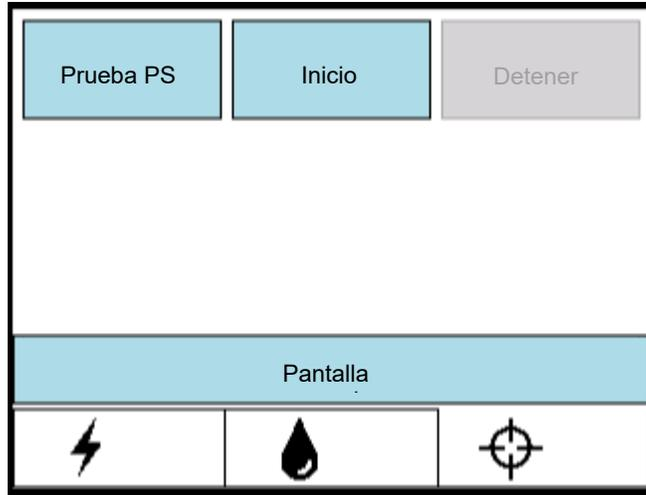
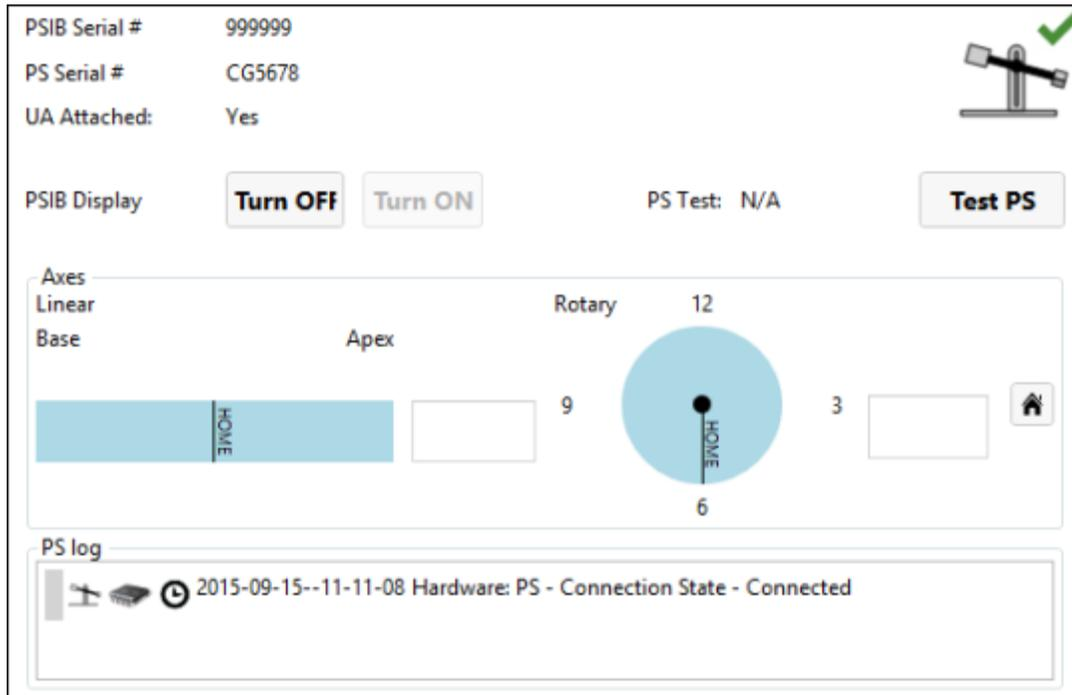

Figura 15: Pantalla PSIB - pestaña PS
Figura 16: Cuadro de información PS en el espacio de trabajo Configuración
- En la pantalla del PSIB, seleccione la pestaña PS y haga clic en **Probar PS** (figura 15). El sistema trasladará el PS hacia delante y hacia atrás para probar la continuidad y funcionalidad del eje de traslación, así como el home del PS en el eje de traslación. El sistema también girará el eje de rotación en sentido horario y antihorario para probar la continuidad y funcionalidad del eje de rotación. (Esto también puede hacerse desde el espacio de trabajo de configuración del TDC en el cuadro de información del PS en el cuadrante inferior derecho Figura 16.)